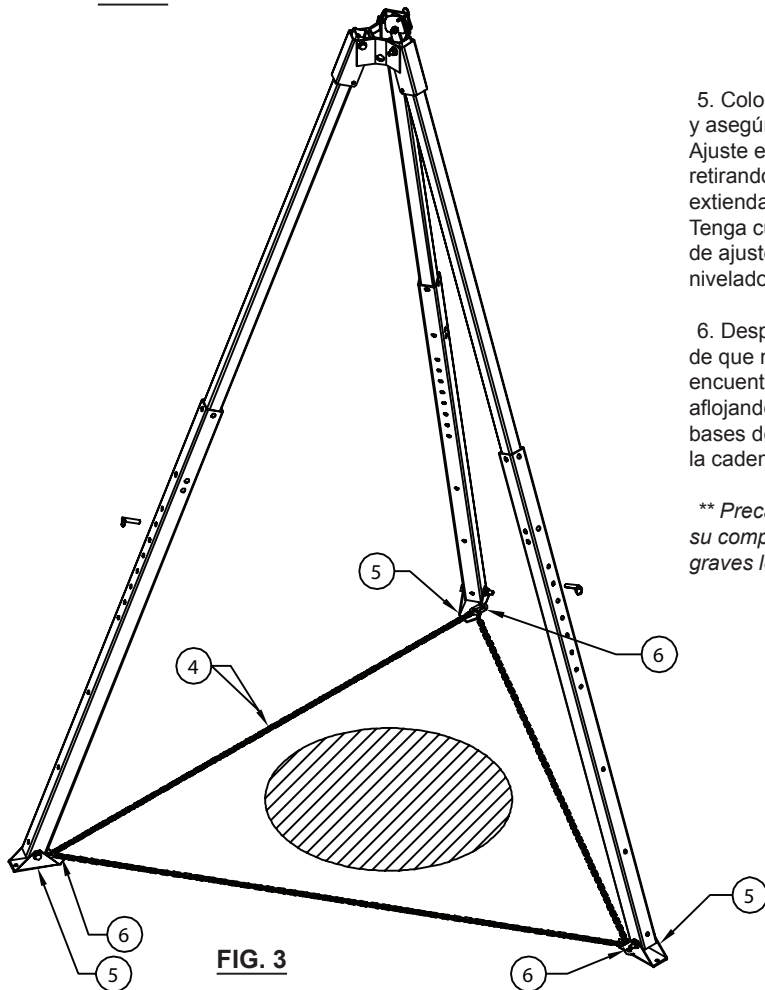

FIG. 3
4. Retire 3 pasadores de ajuste [3] de las patas y extienda las últimas completamente. Instale 3 pasadores de ajuste en las patas para fijarlas completamente en la posición extendida. (vea la Fig. 3)
5. Coloque el trípode sobre la entrada (vea la Fig.3) y asegúrese de que la estructura esté nivelada.